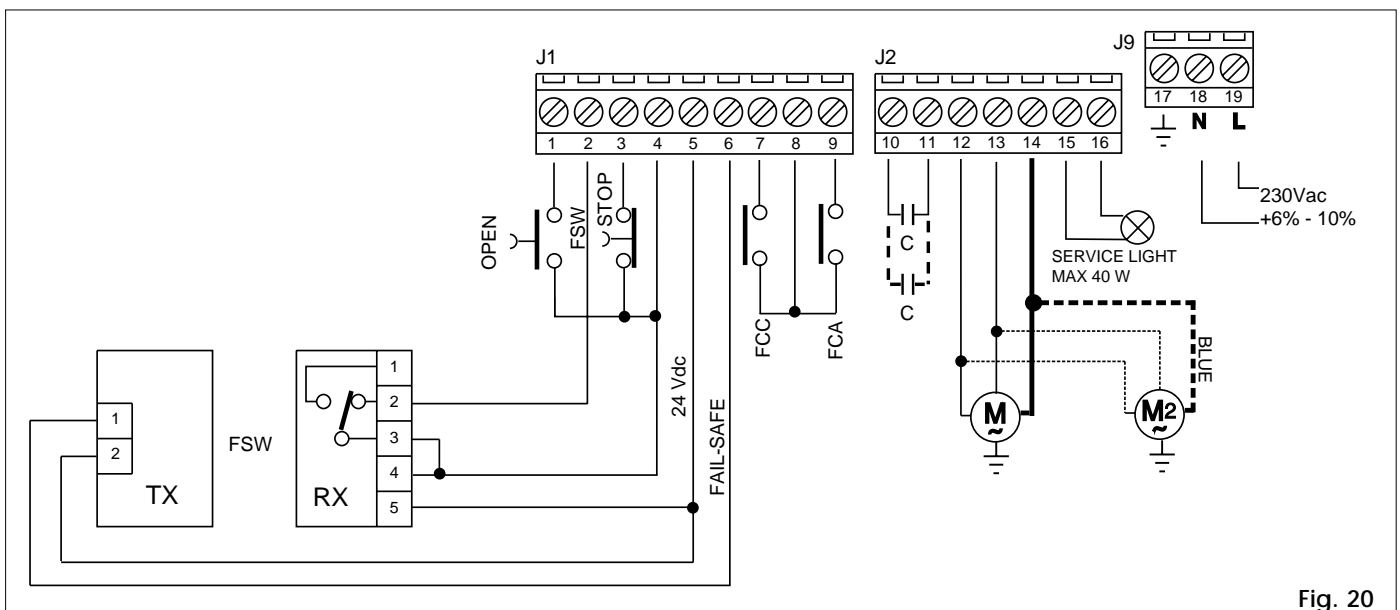

Fig. 20
Per porte basculanti con larghezza da 3,50 a 5 m, è necessario utilizzare un operatore 595 I (integrato) e un operatore 595 S (slave). L'altezza massima ammessa è di 3 m. Il criterio di installazione (fig. 9) è lo stesso che viene utilizzato per l'applicazione di un motore singolo. Ultimata la posa meccanica eseguire i cablaggi elettrici riportati in fig. 20.
- 5) Inviare un impulso di OPEN sull'ingresso (fig. 20) e verificare che si comandi un'apertura della porta.